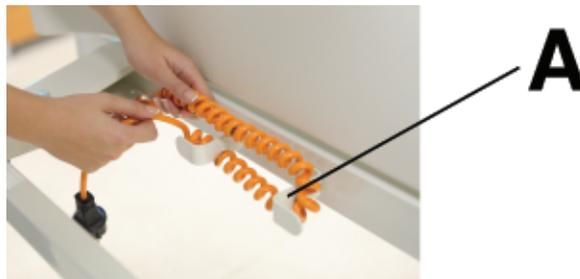

Figura 6 – Stoccaggio del cavo di alimentazione
Per riporre il cavo di alimentazione, avvolgerlo nell'apposita sede (A) sotto al lato testa del prodotto (Figura 6).